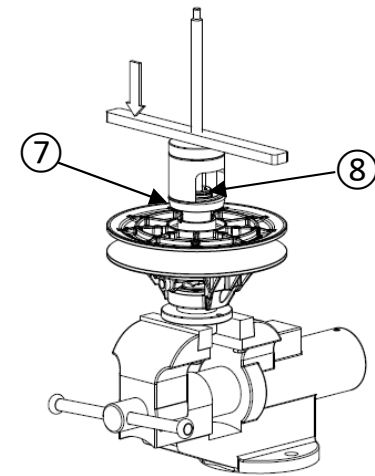
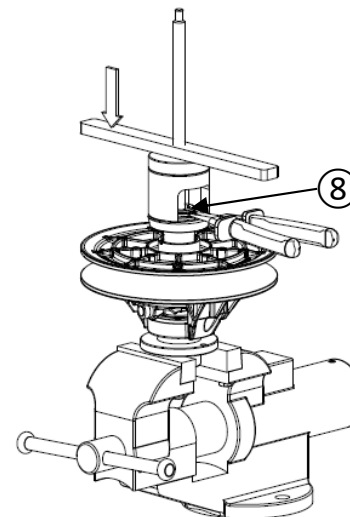

Figure 17
Figure 18
- Installez la poulie sur l'outil de démontage comme indiqué sur la figure 17.
- En vissant la barre sur la tige filetée, appuyez sur le siège de ressort ⑦ (3 à 4 mm maximum) afin de libérer le segment d'arrêt extérieur ⑧.
- Retirer le segment d'arrêt extérieur ⑧ à l'aide de la pince à anneau élastique (figure 18).